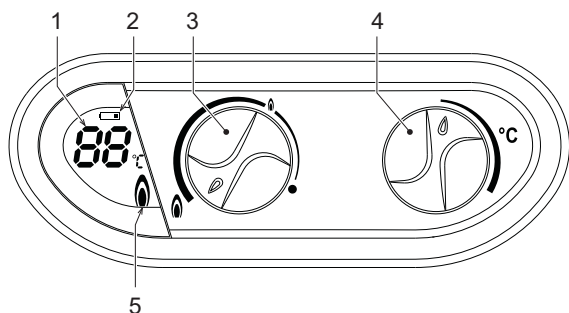

fig. 1 - Painel de comandos
Legenda do painel fig. 1
Com o manípulo de regulação da potência (ref. 3 - fig. 1) poderá seleccionar a potência da caldeira, mínima ou máxima e posições intermédias, segundo o nível de aquecimento de água necessário. Ao rodar o manípulo para a esquerda, o aparelho aquece a água à potência máxima. Caso a temperatura seja demasiado elevada, por exemplo, de verão, ou caso seja necessário um caudal reduzido de água pouco quente, rode o manípulo para a direita. Deste modo, reduz-se a potência (e o consumo de gás). Na posição ● o aparelho está desactivado.